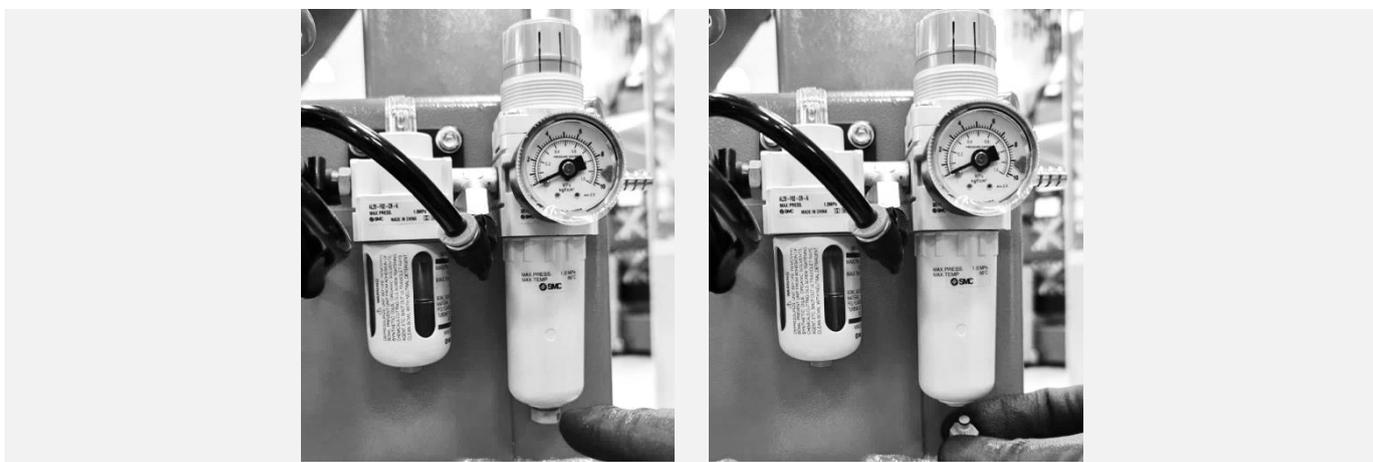

Рисунок 60
**11.3.1** При достижении конденсатом уровня на 10 мм ниже фильтрующего элемента, необходимо выполнить его слив. Для этого повернуть сливную пробку на дне стакана (см. Рисунок 60) и дождаться полного вытекания конденсата.